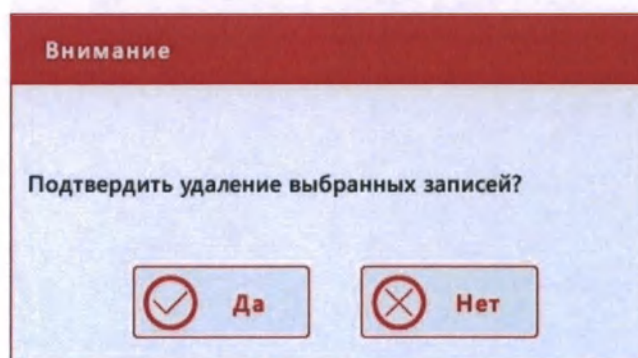

Рис.7.2-8 Диалоговое окно с запросом на подтверждение удаления записи
- 2) Нажмите кнопку «Удалить», откроется диалоговое окно с запросом подтверждения удаления выделенных записей (Рис.7.2-8):